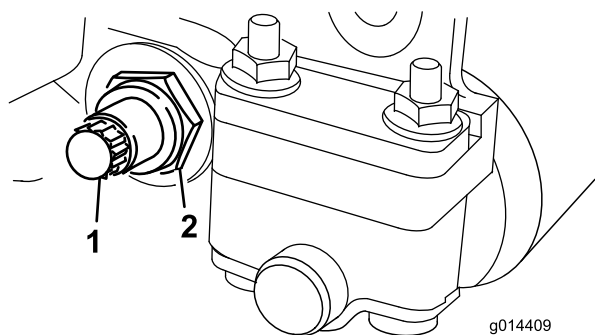
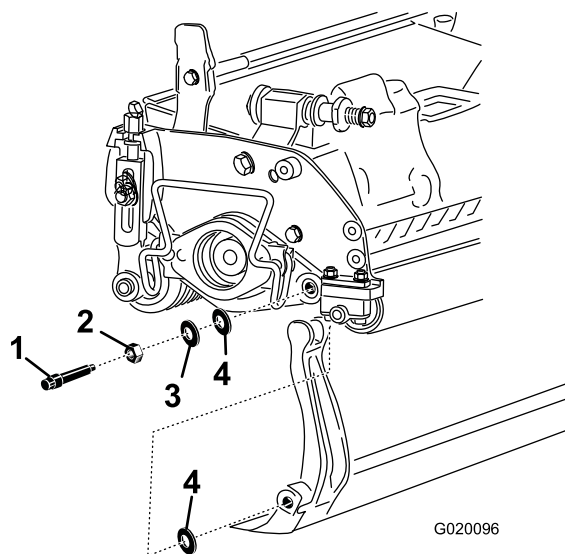

Figura 14
Figura 15
3. En cada lado de la máquina, afloje la contratuerca que fija el perno de la barra de asiento (Figura 14).
4. Retire todos los pernos de la barra de asiento, para poder tirar de la barra hacia abajo y retirarla de la máquina (Figura 14). Guarde las 2 arandelas de nylon y la arandela de acero troquelado de cada extremo de la barra de asiento (Figura 15).
2. Sujete la barra de asiento a cada chapa lateral con 2 pernos, contratuercas (tuercas en los pernos) y 6 arandelas. Coloque una arandela de nylon en cada lado del saliente de la chapa lateral. Coloque una arandela de acero por fuera de la arandela de nylon exterior (Figura 15).
4. Apriete las contratuercas uniformemente en cada lado hasta que no pueda girar las arandelas de acero a mano (Figura 15).